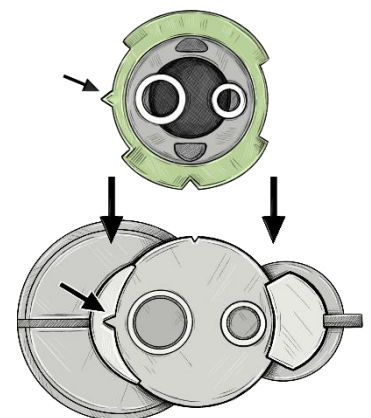

Imagen. 4
4. Alinee la posición de la punta del aplicador con la jeringa mirando la proyección triangular de la punta del aplicador y la muesca correspondiente de la jeringa, y coloque la punta del aplicador en la jeringa (fig. 4).